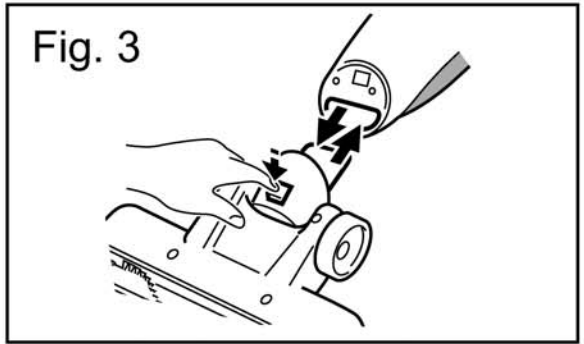

Fig. 4
- 3 Adapte el tamaño del aspirador para su comodidad ajustando la longitud del tubo telescópico (15) (fig. 4). Para ello:
- Desplace el botón de desbloqueo del asa (5) en la dirección de la figura y tire del asa (4) en la dirección contraria para extender el tubo.
- Suelte el botón de desbloqueo (5) cuando consiga la longitud deseada para bloquear el tubo telescópico.
- Para recoger el tubo telescópico, desplace el botón de desbloqueo del asa (5) en la dirección de la figura y empuje el asa hacia el interior del cuerpo del aspirador.
- Suelte el botón de desbloqueo (5) al finalizar la operación.
- 4 Pulse el interruptor (3) a la posición de encendido. El indicador (2) se iluminará en color azul.